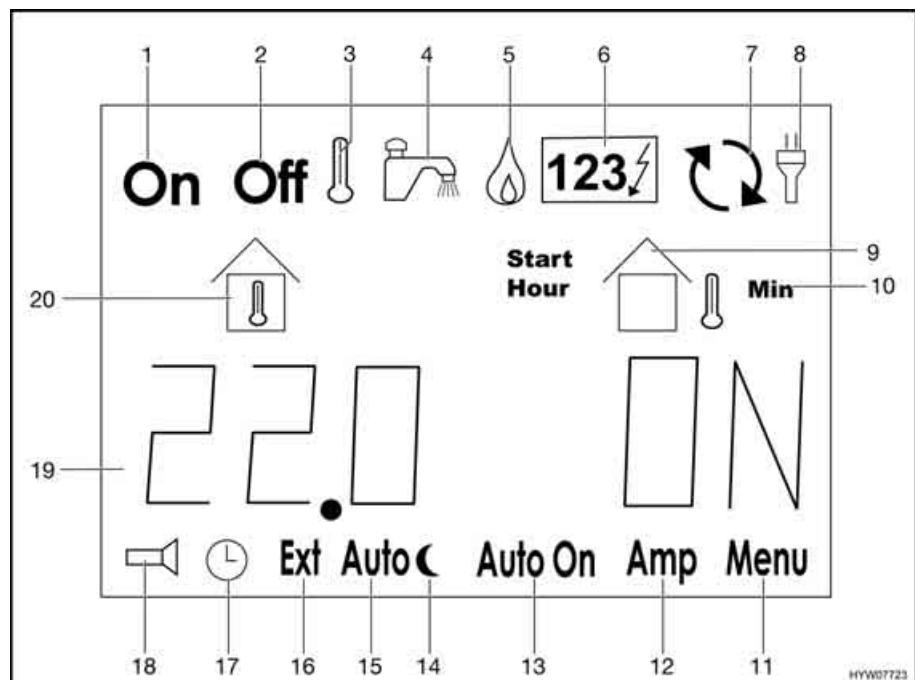

Fig. 170 Indicazioni sul display LCD
**Riga informativa** Nella riga informativa (Fig. 170,19) vengono indicati in forma testuale dati sulle temperature, tempi e stati di funzionamento oltre che alle segnalazioni di errore.
- Premere il tasto "▷" (Fig. 169,4) finché il simbolo " " (Fig. 170,5) lampeggiava.
- Premere il tasto "▷" (Fig. 169,4) finché il simbolo "" (Fig. 170,6) lampeggia.
- Premere il tasto "▷" (Fig. 169,4). Il simbolo "Off" (Fig. 170,2) lampeggia.
- Premere il tasto "+/On" (Fig. 169,3). Il simbolo "On" (Fig. 170,1) lampeggia. Il riscaldamento si avvia automaticamente.
- Premere il tasto "▷" (Fig. 169,4). Il simbolo "On" (Fig. 170,1) lampeggia.
- Premere il tasto "-/Off" (Fig. 169,5). Il simbolo "Off" (Fig. 170,2) lampeggia. Il riscaldamento si spegne.